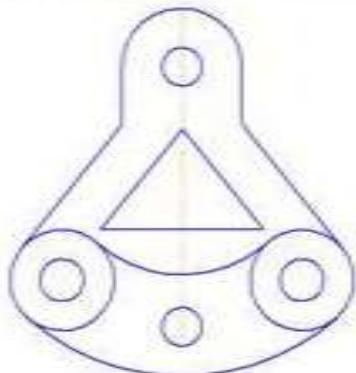

Рисунок 3.18 –Удаление вспомогательных линий
19. Выполните команду **Редактор – Удалить – Вспомогательные и кривые точки – В текущем виде** (рисунок 3.18).